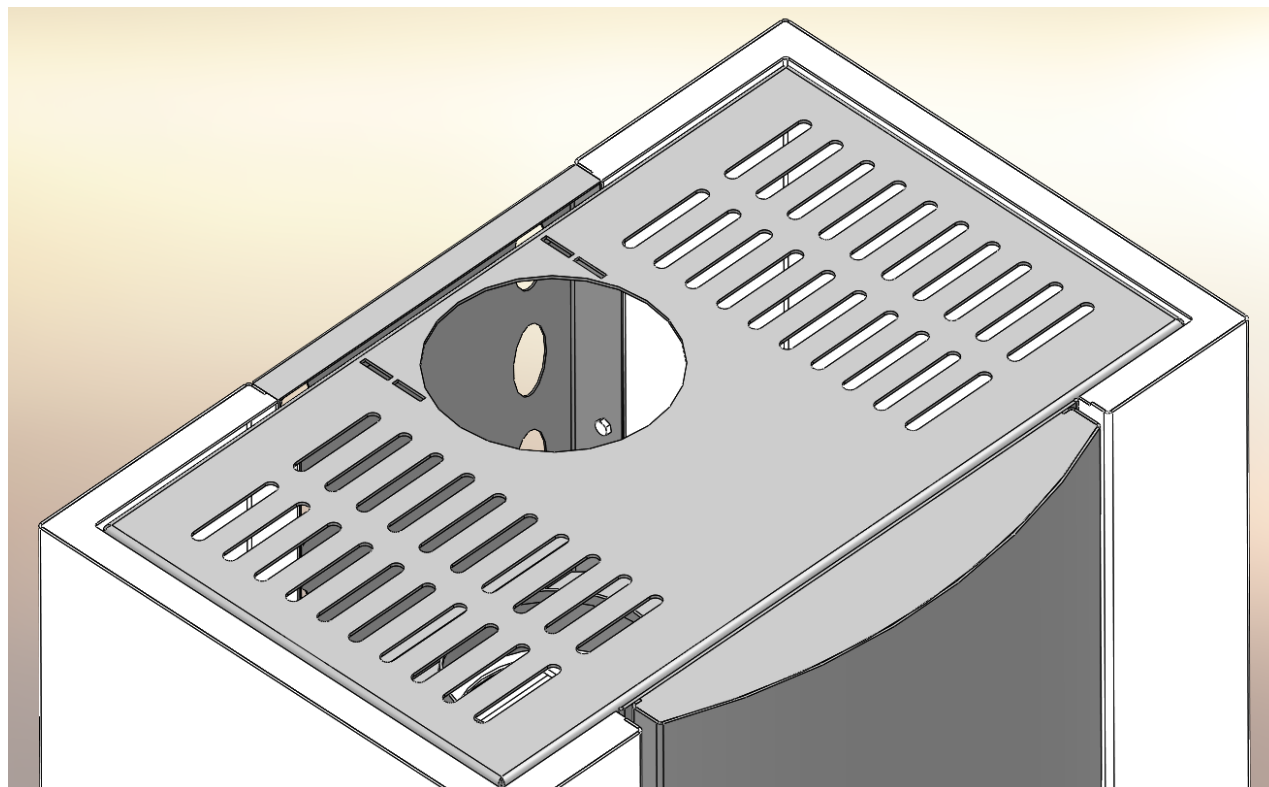

Figura 2 Înlocuirea racordului țevii de evacuare a gazelor arse și a capacului țevii de evacuare a gazelor arse
3. Figura 2 Înlocuirea racordului țevii de evacuare a gazelor arse și a capacului țevii de evacuare a gazelor arse	Pagină 5